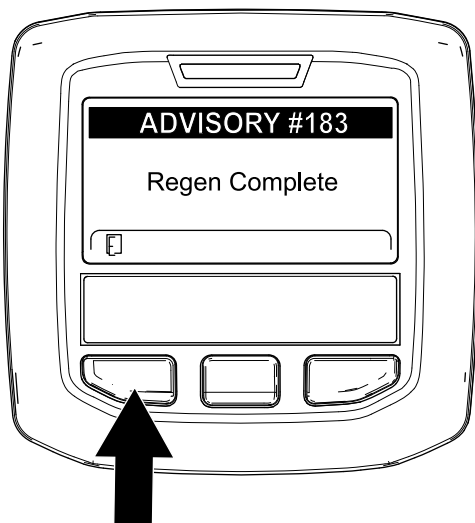

Figura 65
9. Quando il computer del motore completa una rigenerazione parcheggiata o una rigenerazione di recupero, l'InfoCenter visualizza il messaggio ADVISORY #183 (Figura 65). Premete il pulsante sinistro per uscire e tornare alla schermata Home.